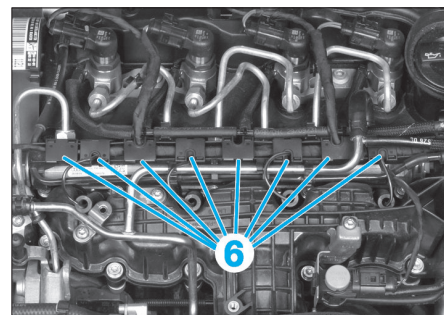

FIG. 73
- Ouvrir le guide-câble en (6) (Fig.73).